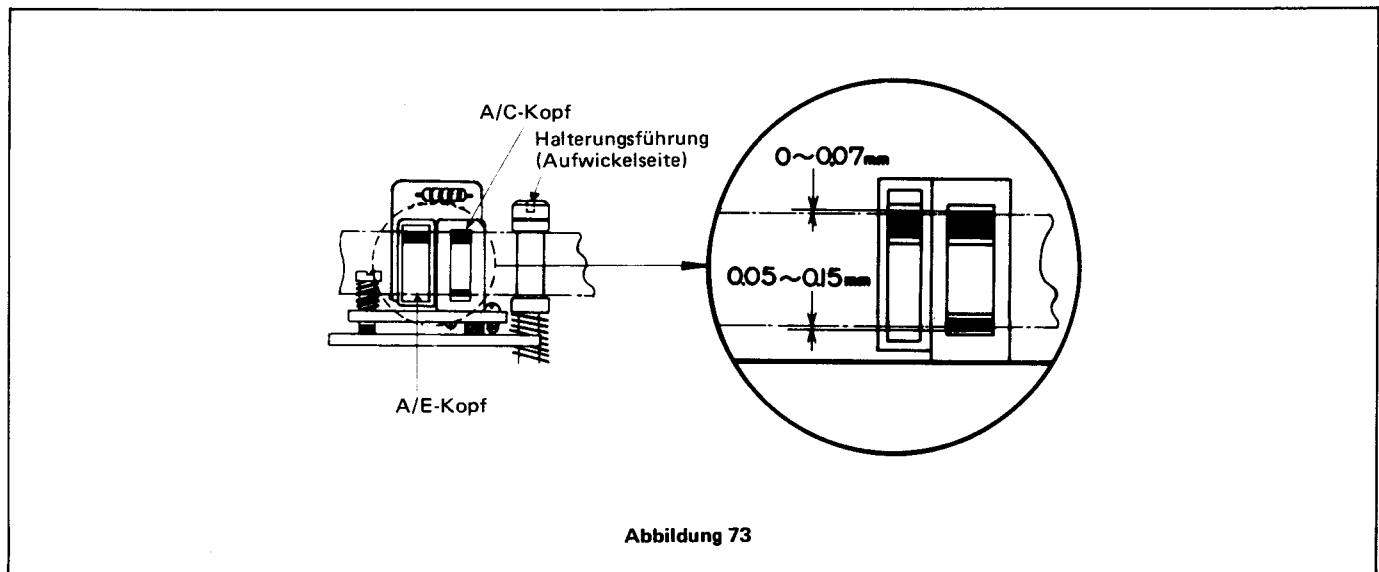

Abbildung 73
3. Überprüfen, daß der A/C-Kopf (mit dem A/E-Kopf eingeschlossen) in Höhe und Neigung gemäß der Abbildung 73 gestellt ist.
5. Der A/C-Kopf muß in seiner Höhe gemäß der Abbildung 73 in Abhängigkeit zum laufenden Band eingestellt werden.